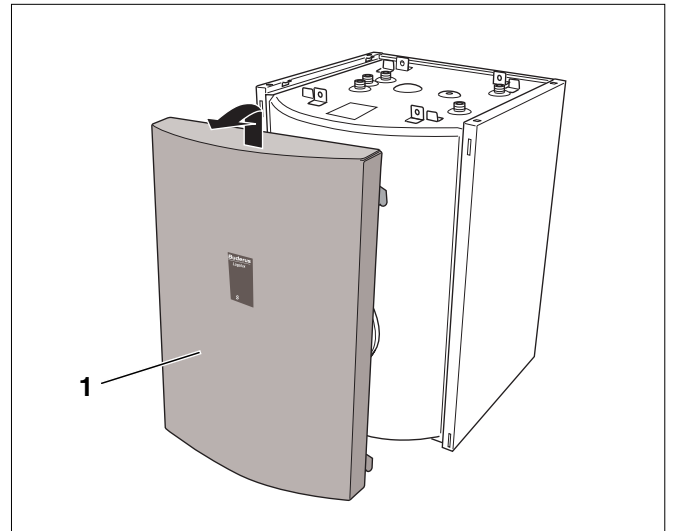

Fig. 5 Retirer la paroi avant
- Retirer le panneau avant (fig. 5, **pos. 1**) du préparateur. Soulever légèrement le panneau avant et le retirer par l'avant.